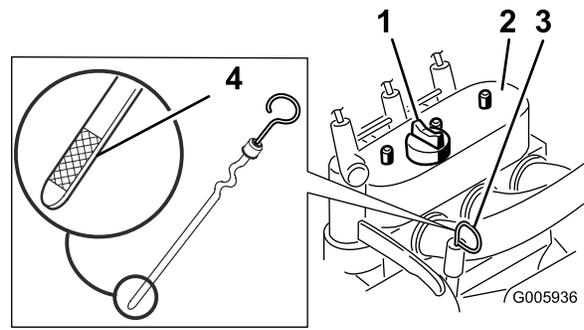

Figura 29
4. Limpie la zona alrededor de la varilla de aceite (Figura 29).
5. Retire la varilla y limpie el extremo metálico (Figura 29).
6. Introduzca la varilla a fondo en el tubo de la varilla (Figura 29).
8. Si el nivel de aceite es bajo, limpie la zona alrededor del tapón de llenado y retire el tapón (Figura 29).
- Retire el tapón de llenado de aceite (Figura 29) y vierta lentamente aproximadamente el 80 % de la cantidad especificada de aceite a través de la tapa de la válvula.